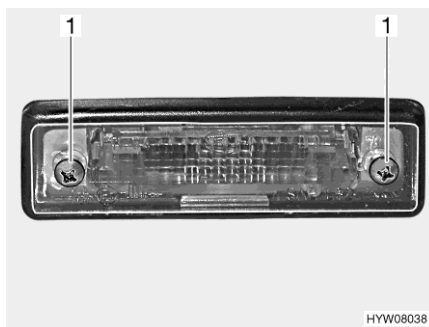

Fig. 225 Luci posteriori (luce targa)
- Svitare due viti degli involucri (Fig. 225,1).